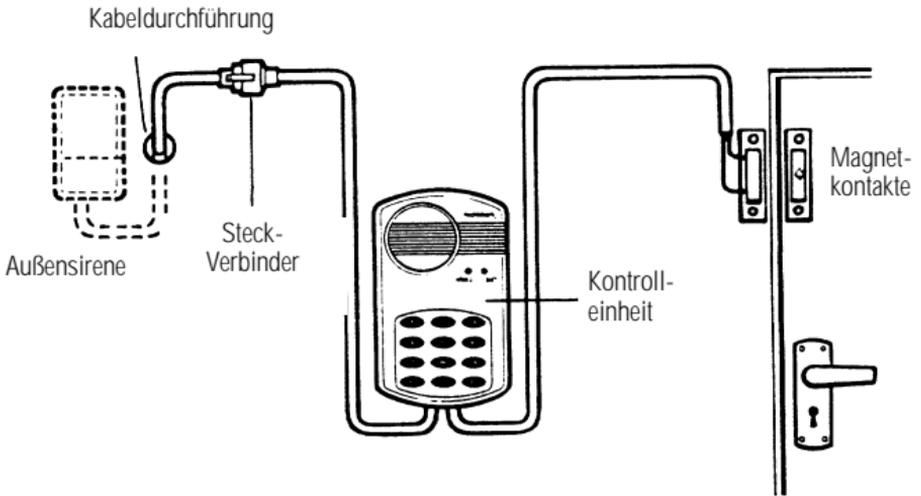
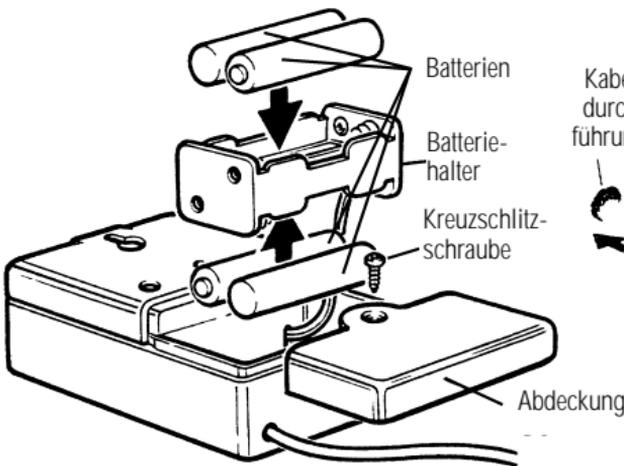

Bild 6A: Befestigungsschrauben für Sirene
Bild 6B
6.) Bohren Sie die beiden Löcher für die Anbringung der Sirene im Abstand von 34 mm übereinander (s. Bild 6A). Befestigen Sie die Montageschrauben ggf. mit Hilfe von Dübeln in der Wand, so daß die Schraubenköpfe noch ca. 5 mm herausragen (s. Bild 6B).